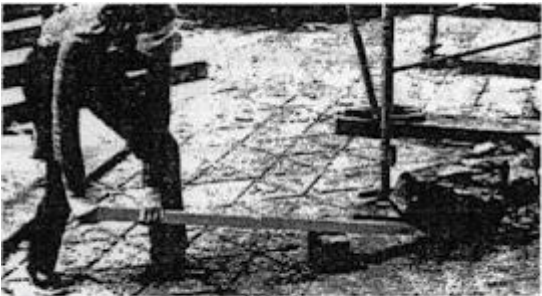

Figura 1. Una palanca es una máquina simple formada por un brazo rígido que actúa sobre un punto llamado punto de apoyo.
Una palanca es una máquina simple que puede multiplicar un pequeño esfuerzo para superar una gran resistencia. Una palanca parece una balanza. Tiene un brazo rígido que se balancea sobre un punto fijo llamado punto de apoyo. La mujer de la Figura 1 está utilizando una palanca simple. ¿Cuál es la resistencia? ¿Cómo se aplica el esfuerzo?
- 3. ¿Cuál es el punto de apoyo en la Figura 1?